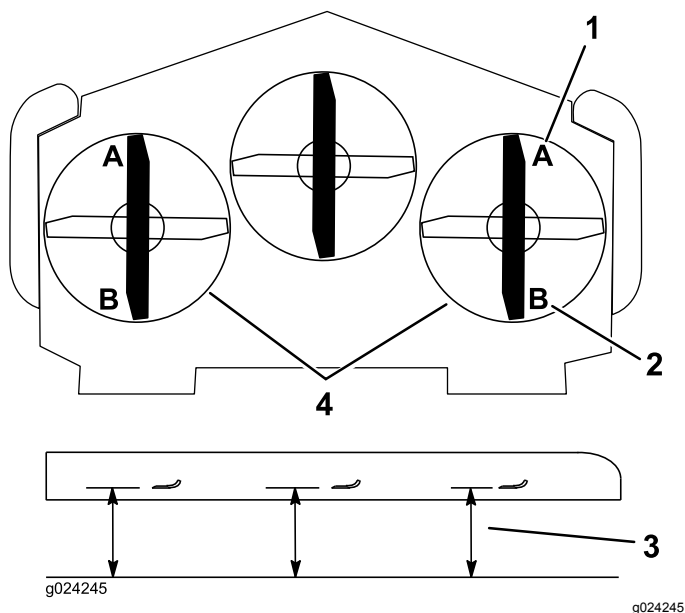

Figura 85
8. En ambos lados de la carcasa, mida desde la superficie nivelada hasta la punta delantera de la cuchilla (Posición A), según se muestra en la Figura 85.
13. En ambos lados de la carcasa, mida desde la superficie nivelada hasta la punta trasera de la cuchilla (Posición B), según se muestra en Figura 85.